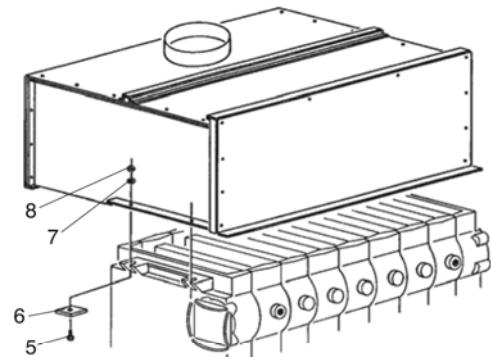

Рис. 3.5
Закрепите дымосборную камеру на корпусе котла с помощью четырёх пластинок (6) и четырёх винтов с шестигранной головкой M8 x 30 (5) и соответствующих гаек M8 (8) и шайб Ø8,4 (7) (Рис. 3.5).